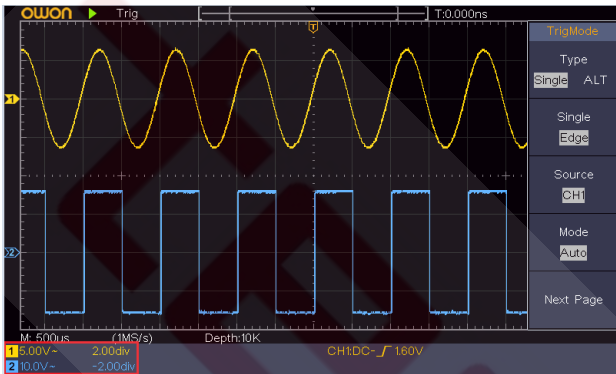

Рисунок 4.1. Информация о положении осциллограммы по вертикали
2. Регулятор «Scale» в поле «Vertical» используется для регулировки разрешения осциллограмм по вертикали. Разрешение по вертикали меняется с шагами 1-2-5. Когда положение осциллограммы по вертикали изменяется, измененная величина смещения для данного канала отображается в левом нижнем углу дисплея (см. рисунок 4.1).